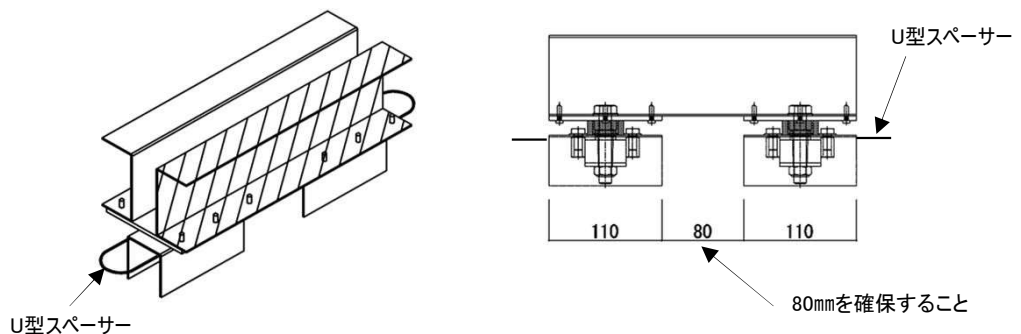

図 2-22 オトレスファスナーの姿図
- ① ブレース取付位置に設置したアシストバーOL-1.2(L=2400)にオトレスファスナーを乗せ掛けるように設置する。(図2-22参照)